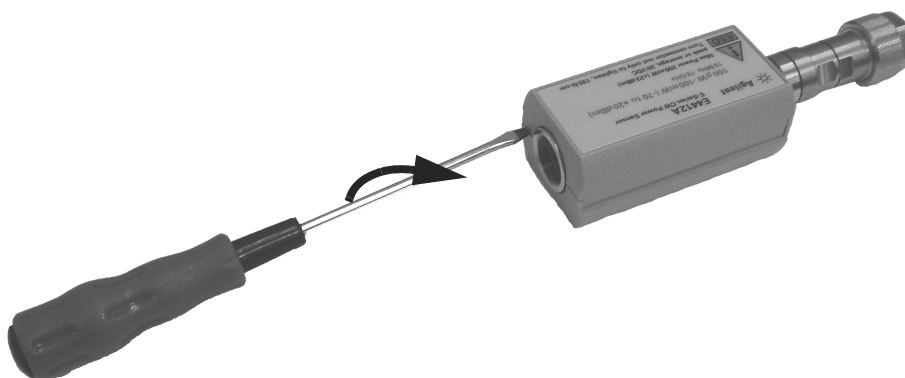

図 5 パワー・センサ・シェルの取り外し
- 1 パワー・センサの裏面のプラスチック・シェルの間に、ドライバの先端を挿入します (図 5)。プラスチック・シェルの損傷しないように、先端の幅がシェルの間の溝の幅に合うドライバを使用してください。
- 1 磁気シールドとプラスチック・シェルを図 5 のように取り付けます。プラスチック・シェルを押し込んで固定します。